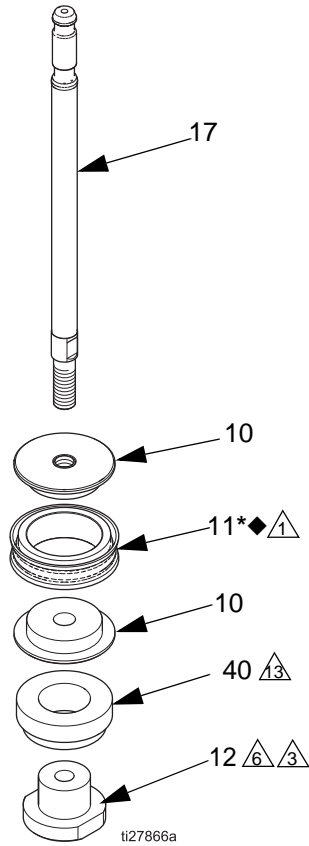

图 2. 拆卸或组装活塞（仅 1000cc、1500 cc 和 2000cc 型）
1. 1000cc, 1500cc, and 2000cc models only: 将活塞 (10) 的两半放在活塞密封 (11◆*) 周围, 卡在一起。请参见图 2 (第 7 页)。